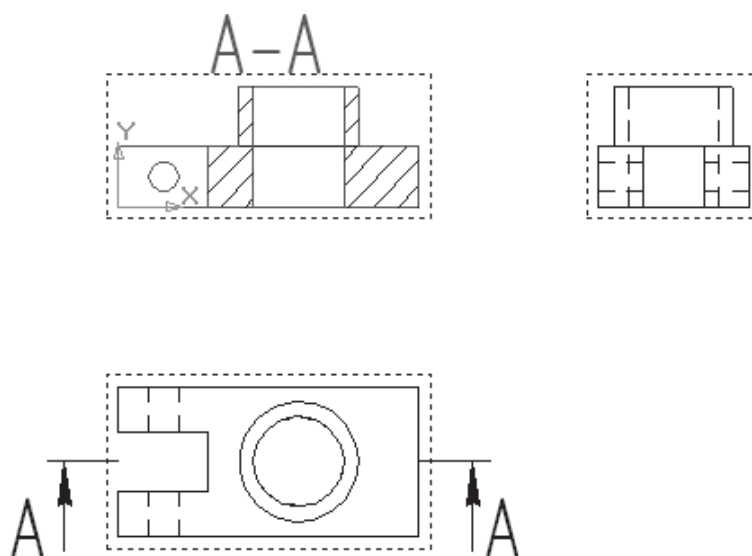

Рис. 17.7
- построение фронтального разреза завершено (рис. 17.7);